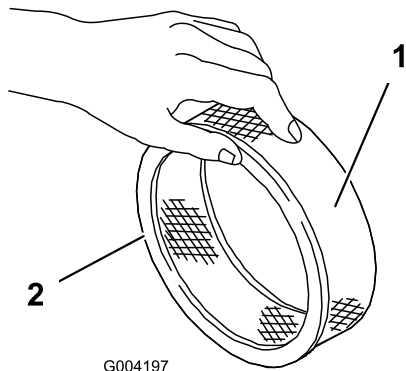

Figura 43
5. Inspeccione el elemento de papel por si estuviera roto, tuviera una película aceitosa o la junta de goma estuviera dañada (Figura 43).
1. Deslice cuidadosamente el prefiltro de espuma sobre el elemento de papel (Figura 43).